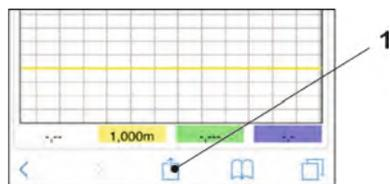

Fig. 31-16 Configurer le lien
8. Pour configurer un lien vers « l'écran d'accueil » (pour un accès direct), appuyer sur l'icône « Share » (Fig. 31-16 point 1).